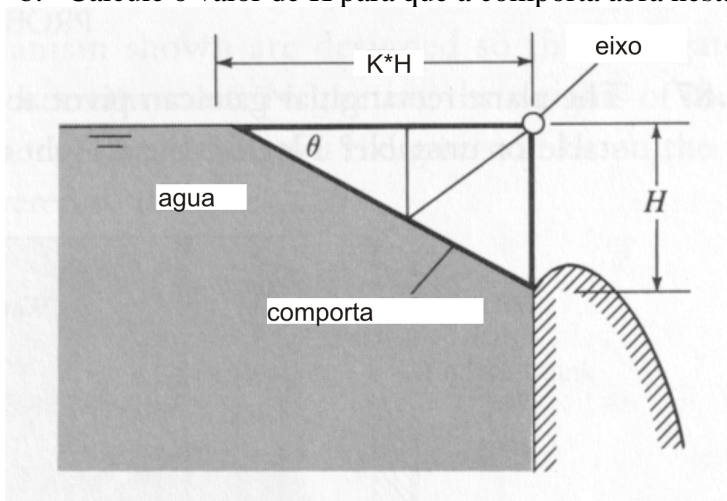

Fig. 6: Comporta
9. (10P) A comporta ( Fig. 6, largura B, estrutura sem água, peso desprezível) abre quando o nível de água se encontra exatamente na altura do eixo.
- Desenha qualitativamente na Fig. 6 as distribuições de pressão que atuam na comporta.